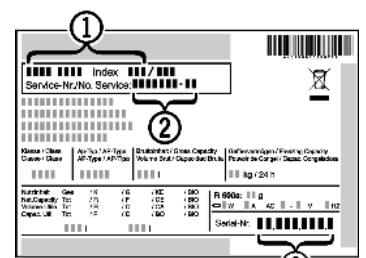

Fig. 17
- ▶ Наименование устройства Fig. 17 (1), сервисный № Fig. 17 (2) и серийный № Fig. 17 (3) считайте с заводской таблички. Заводская табличка находится внутри устройства слева.
- ▶ Обратитесь в сервисную службу и сообщите вид неисправности, наименование устройства *Fig. 17 (1)*, сервисный № *Fig. 17 (2)* и серийный № *Fig. 17 (3)*.